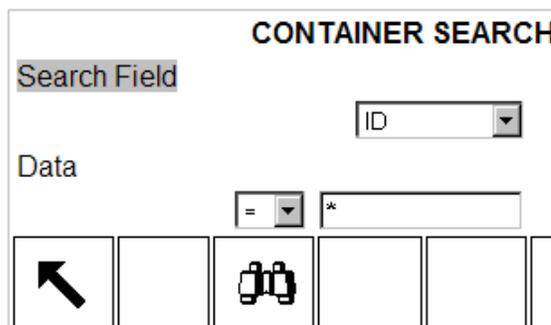

Figure B-1 : Écran Rechercher du Tableau Tare de conteneur
1. Appuyez sur la touche programmable TABLEAU DE TARE DE CONTENEUR  pour afficher l'écran de recherche dans la Figure B-1.
2. Appuyez sur la touche programmable AFFICHER TABLEAU . L'écran Rechercher s'affiche (Figure B-1).
4. L'écran Recherche de tableau s'affiche. Cet écran est illustré sur la Figure B-1.